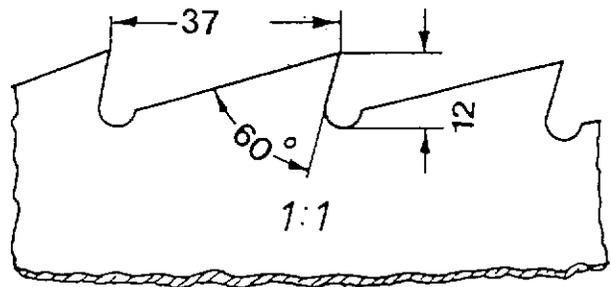

Bild 26
- Leitfinger L (Bild 26) auf Verschleiß prüfen.
Daher diesen Bereich regelmäßig prüfen. Verbogene Mitnehmerzinken "Z" korrigieren, siehe Bild 26.